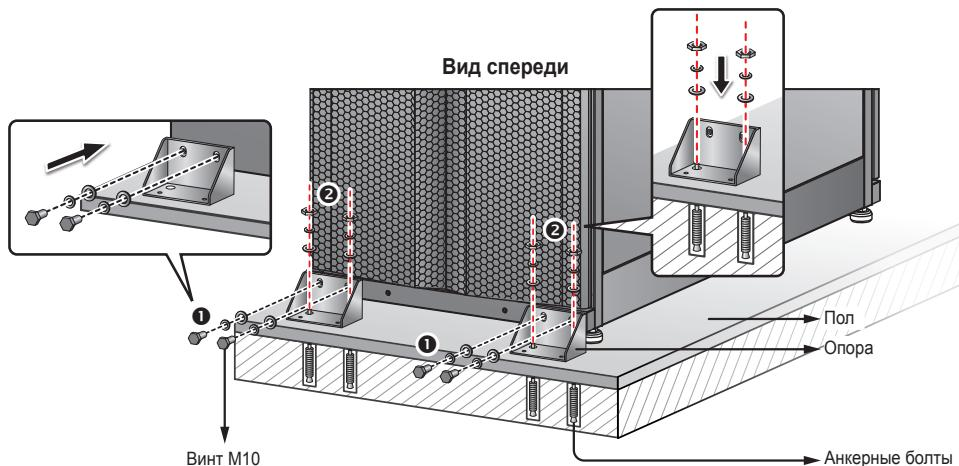

Рис. 5-2. Установка опор спереди
- 3** Торцевым ключом на 16 мм отверните 4 винта M10 **1** и снимите с поддона две опоры, фиксировавшие ИБП при транспортировке. Прикрепите две опоры этими винтами к ИБП спереди и снимите с поддона две опоры, фиксировавшие ИБП при транспортировке. Прикрепите две опоры этими винтами к ИБП спереди. Для фиксации ИБП прикрепите опоры к полу анкерными болтами **2** с гайками. Анкерные болты приобретаются отдельно. См. *Рис. 5-2*.